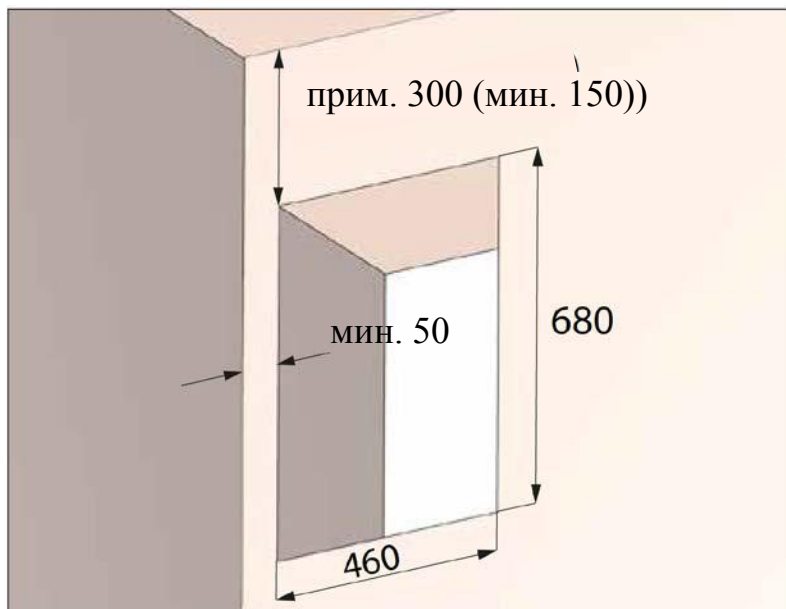

Рис. 9: стенной проем для монтажного комплекта **со** вставкой-заполнителем, размеры в мм
- Стенной проем полностью (см. рис. 9) для монтажного комплекта **со** вставкой-заполнителем M-WRG-II M/Fü
- Стенной проем полностью (см. рис. 9 на стр. 17) для монтажного комплекта **со** вставкой-наполнителем M-WRG-II M/Fü